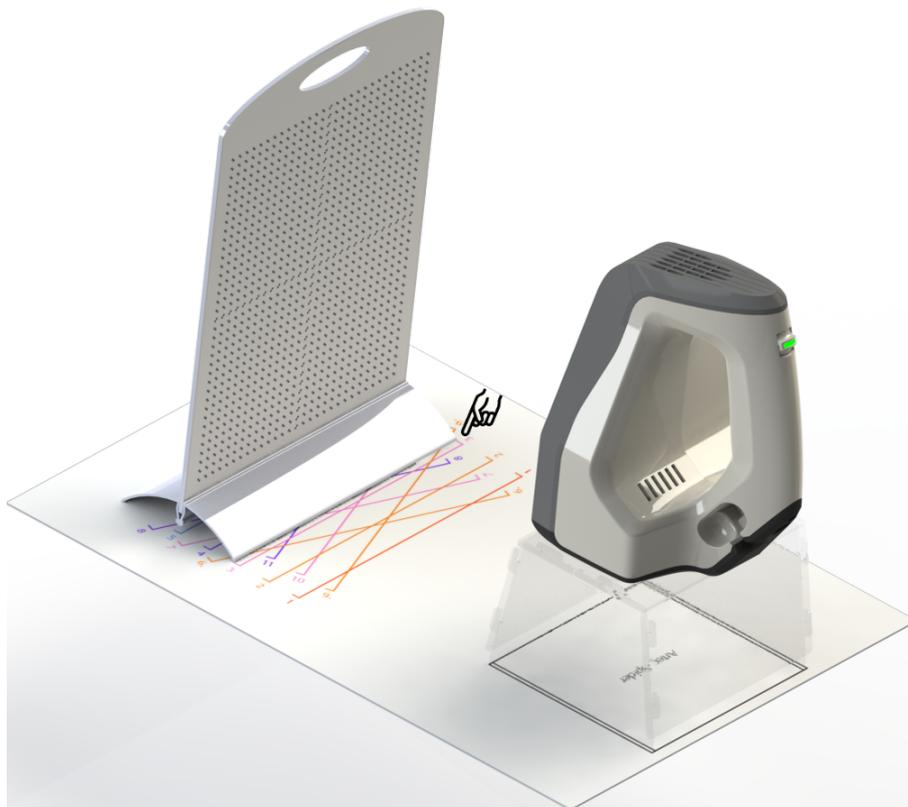

Abbildung 136: Kalibrations-Träger, Muster und Scanner-Ständer mit Artec Spider.
4. Den Kalibrations-Träger auf das Muster setzen und so drehen, dass die Markierungsseite zum Scanner ausgerichtet ist wie Abb. 136 veranschaulicht.